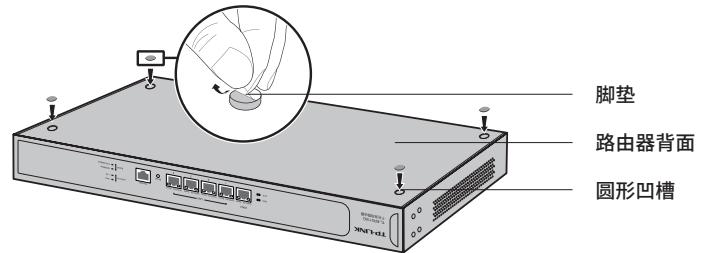

图2-3 桌面安装示意图
2. 逐个揭去4个脚垫的胶面保护纸，分别黏贴在位于机壳底部四角的圆形凹槽中，如**图2-3**所示；